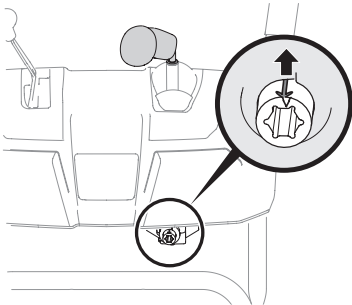

Figura 2-17
5. Gire la palanca de control hasta la posición de la 1 en punto de manera que la flecha indicadora plateada del engranaje del piñón que está debajo del tablero de control quede orientada hacia arriba. Consulte Figura 2-17.